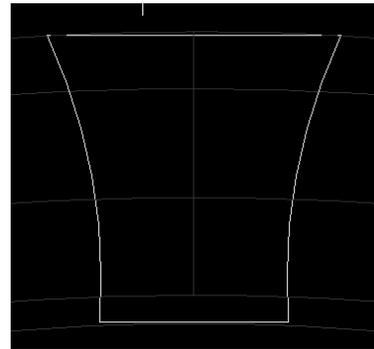

Рисунок 5.5
– выполнить построение профиля зуба (рисунок 5.5) по упрощенной методике:
- при помощи команды **Дуга** построить профиль впадины по трем ранее определенным точкам (см. рисунок 5.5);